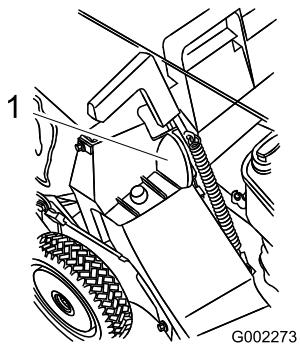

Figure 20
5. Tirez la poignée du volet d'éjection vers l'avant pour dégager l'ergot de son logement, puis repoussez la poignée vers l'arrière pour bloquer l'ergot dans l'encoche du bac (Figure 20).